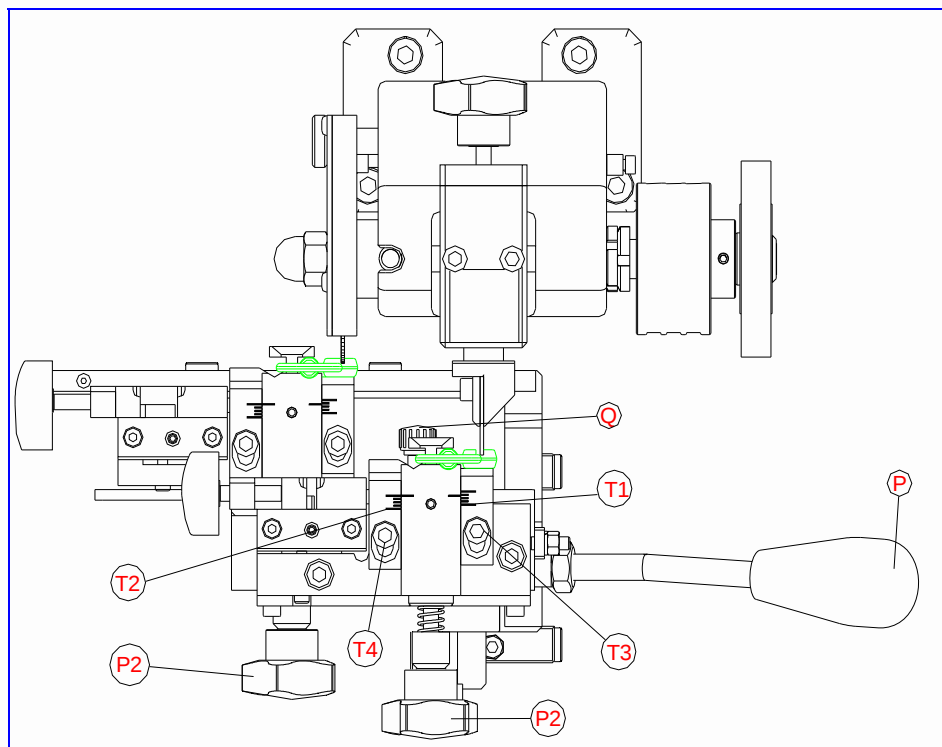

Fig.7
- Soltar los pomos (15) y alinear la tercera posición del carro (R3) con la referencia (S).
- Poner la máquina en marcha y sosteniendo el carro por medio de la palanca, acercar las llaves hacia el índice copiador (I) y la fresa (F).
- Recomendamos que se ha de trabajar pausadamente, sin forzar la fresa. El duplicado se consigue moviendo la mordaza con movimientos verticales, para ello se debe sacar la varilla (Q) y con la palanca (P) mover la mordaza verticalmente. Ver Fig.7